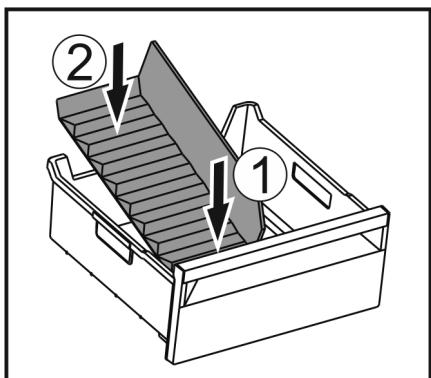

Fig. 187
- ▶ Установите переднюю часть разделителя отделения для льда. Fig. 187 (1)
- ▶ Опустите заднюю часть разделителя отделения для льда на дно выдвижного ящика. Fig. 187 (2)